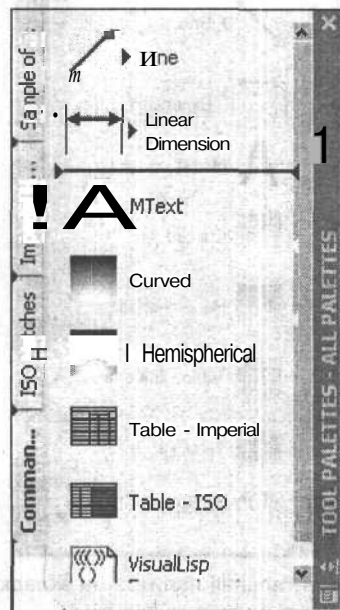

Рис. 11.22. Инструментальная палитра в момент переноса на нее команды нанесения размера
3. Установите курсор в любом месте выбранного размера, но обязательно вне ручек, нажмите левую кнопку мыши и, удерживая ее, переместите указатель курсора на свободное поле палитры и после появления горизонтального отрезка с засечками отпустите ее там (рис. 11.22).